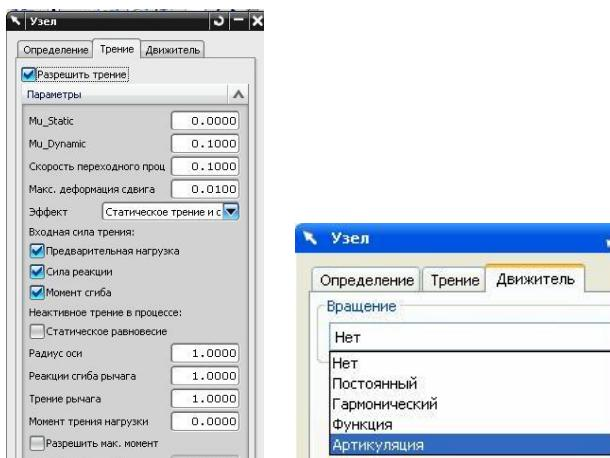

рис.44
- Содержимое этой закладки показано на рис.44. Естественно, здесь задаются характеристики трения. Для начала вы можете считать, что в вашем механизме трение полностью отсутствует. Подробнее об этом мы поговорим позднее.